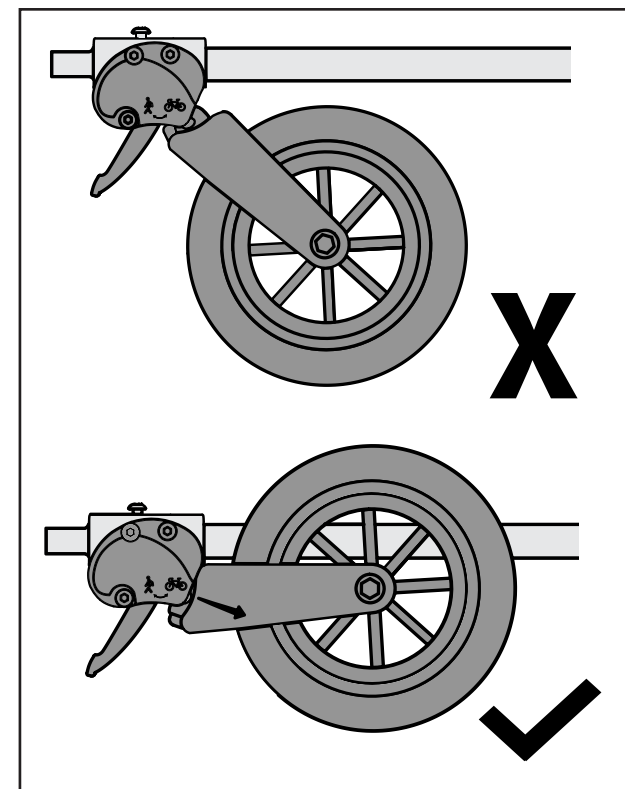

Figura 17
1. Tire de la horquilla hacia abajo (Figura 16) y gire para entrar en el modo de cochecito tal como se muestra. La horquilla quedará automáticamente bloqueada en la posición de remolque cuando esté colocada correctamente (Figura 17).